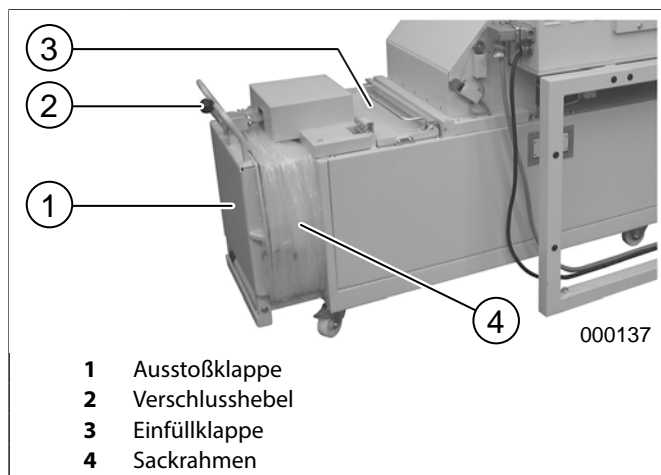

Abb. 18 Öffnen der Ausstoßklappe
Bei Dauerbetätigung dieses Tasters (mind. 2 Sekunden gedrückt halten) fährt der Press-Stempel ein kleines Stück zurück und der Verschlusshebel (Abb. 18/2) ein kleines Stück nach vorne (Druckentlastung an der Ausstoßklappe).
Die Ausstoßklappe (Abb. 18/1) kann geöffnet werden. Dies wird notwendig, wenn der Verdichter einen auszustoßenden Ballen gepresst hält.
1. Einfüllklappe (Abb. 18/3) öffnen.
6. Einfüllklappe (Abb. 18/3) schließen.
Öffnen der Ausstoßklappe (Abb. 18/1):
1. Drucktaster „Öffnen Ausstoßklappe“ (Abb. 13/2) betätigen. Zur Druckentlastung an der Ausstoßklappe fährt der Press-Stempel ein kleines Stück zurück und der Verschlusshebel (Abb. 18/2) ein kleines Stück nach vorne.
1. Einfüllklappe (Abb. 18/3) schließen.
2. Ausstoßklappe (Abb. 18/1) öffnen.
4. Sack vom Sackrahmen (Abb. 18/4) abziehen.
5. Ausstoßklappe (Abb.18/1), und falls ein Einsatz des Shredders gewünscht wird, auch die Einfüllklappe (Abb.18/3) schließen.